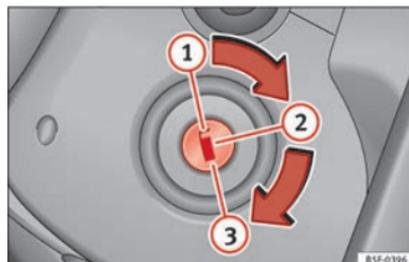

Fig. 186 Positions de la clé de contact.
- Amenez la clé de contact en position ① » fig. 186.
- Retirez la clé de contact d'allumage sur la position ① » fig. 186 » ⚠.